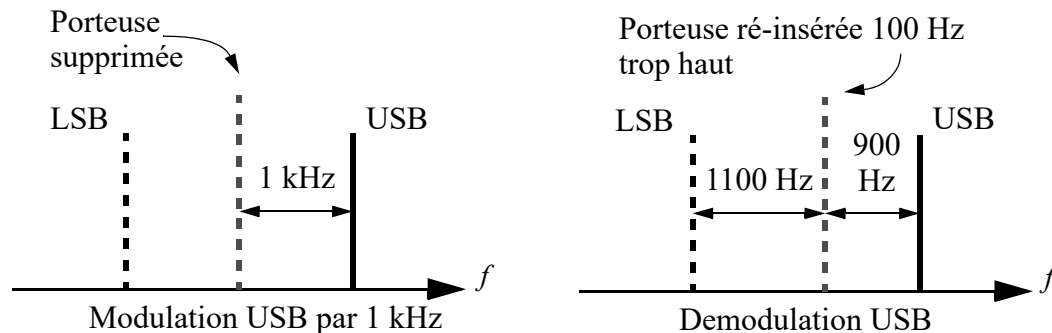

Figure 5.23 À gauche, modulation USB par un signal de 1 kHz. À droite, exemple de démodulation, mais avec la porteuse (BFO) ré-insérée 100 Hz trop haut.
- 5.23** Lors du processus de modulation AM, les signaux BF de modulation se retrouvent de part et d'autre de la porteuse (qui sera supprimée dans le cas de la BLU). La distance (fréquentielle) est égale vers le haut (bande latérale supérieure) et vers le bas (bande latérale inférieure) et correspond à la fréquence du signal de modulation (**Figure 5.23 – gauche**).
Si l'on décale la fréquence de réception de Δ Hz vers le haut, l'écart entre la porteuse localement régénérée (fréquence de réception) et le signal reçu va diminuer de Δ Hz. Ceci va décaler le signal démodulé vers le bas dans le cas de la bande latérale supérieure – USB (translation de la gamme de 300 Hz à 3000 Hz vers 300 Hz – Δ Hz à 3000 Hz – Δ Hz) voir **Figure 5.23 – droite**. Voir aussi réponses **6.20** * page 92 et **6.29** * page 93. Ici la bonne solution est a).